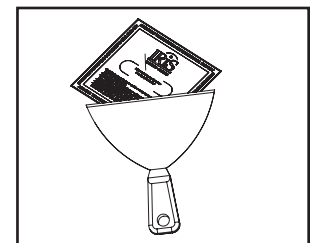

Figura 10.
1. Deje que se seque la primera capa durante la noche. Aplique un compuesto multiuso, de acuerdo con las instrucciones y advertencias del fabricante, con un cuchillo de 8" pasando la primera capa al menos en 2" (Figura 10.). Se pueden utilizar aditivos (tales como Trim-Tex Mud-Max) para mejorar la resistencia y durabilidad del compuesto para paneles de yeso. Consejo: no lije la superficie a menos que sea necesario.